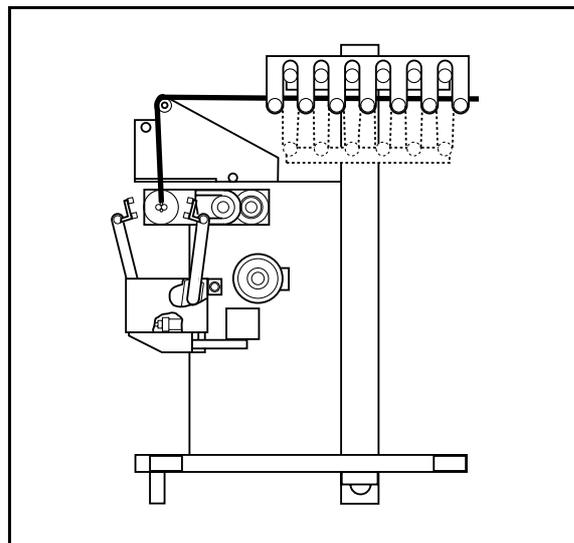

Fig. 30 Caricare il nastro
- 1 Inserire il lato libero del nastro attraverso lo spazio tra i rulli di trascinamento nell'accumulatore. Fig. 30.